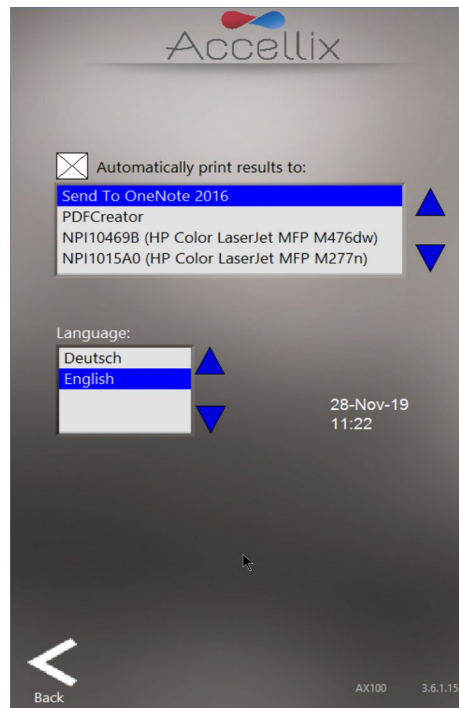

图 15 : 设置屏幕
3. 轻触 **Home** (主页) 屏幕右下角的 **Settings** (设置)  图标以访问 **Settings** (设置) 屏幕 (图 15)。